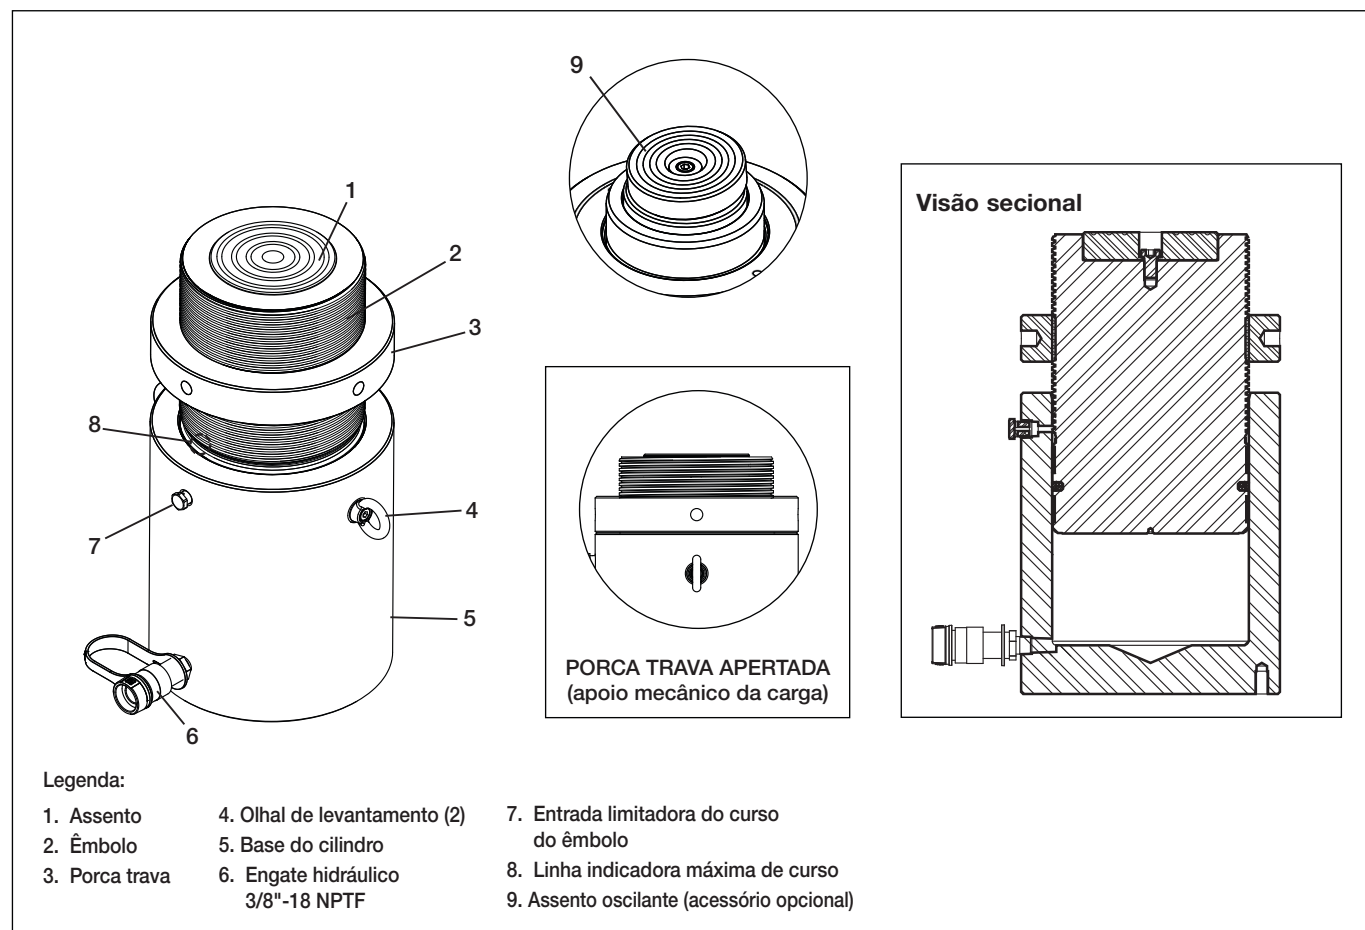

Figura 2, Principais Características e Componentes
Todos os cilindros da Série HCL estão equipados com um engate hidráulico fêmea de 3/8 "-18 NPTF. Consulte a Figura 2, item 6 para a localização.